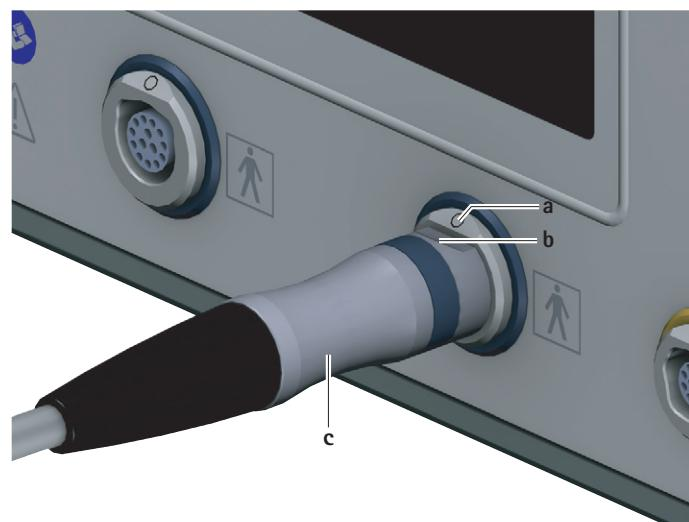

Abb. 3 Motorkabel anschließen
- Stecker für Steuereinheit **c** am Motorkabel so ausrichten, dass die Markierung **b** auf dem Stecker mit der Markierung **a** auf der Anschlussbuchse für Anwendungsteile **7** übereinstimmt, siehe Abb. 3.
- Motorkabel am Stecker für Steuereinheit c aus der Anschlussbuchse für Anwendungsteile 7 ziehen, siehe Abb. 3.